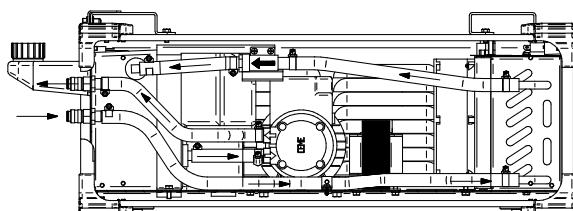

Abb. 4.
9. **Luftschlitz:** Ermöglichen eine saubere Zirkulation der Luftkühlung (Abb.4).